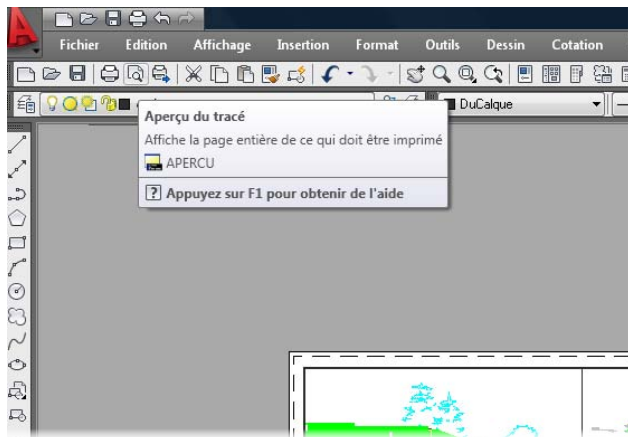

Figure 6.55
14. On peut maintenant cliquer sur le bouton Aperçu avant impression (voir Figure 6.55). Cet aperçu montre le dessin tel qu'il apparaît à l'impression en tenant compte des paramètres de style de tracé apportés à la Présentation 2.